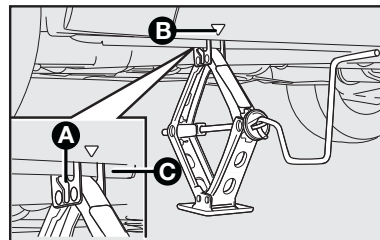

fig. 6
- Colocar o macaco onde está marcado o símbolo ▼ **B-fig. 6** perto da roda a substituir, e certificar-se de que a ranhura **A** do macaco esteja bem encaixada na longarina **C**.